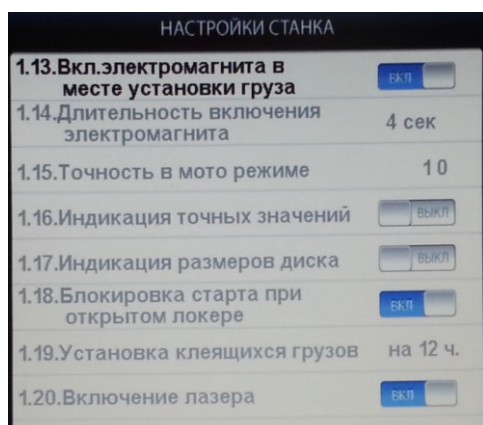

Рис.17.4.
17.11. Вторая страница настроек (рис.17.4.). Переключение страниц осуществляется кнопкой 5.